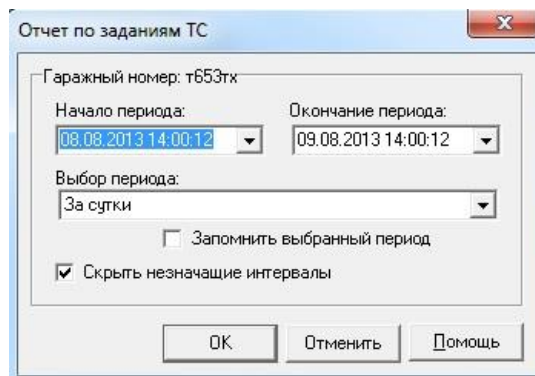

Рисунок 162 – Форма «Отчет по заданиям ТС»
- 2 Вызвать пункт меню «Отчеты» ⇒ «Задания ТС». Программа предоставляет форму «Отчет по заданиям ТС» для задания параметров отчета (см. Рисунок 162).
- 4 Нажать кнопку [ОК]. Программа сформирует отчет. Рисунок 162 иллюстрирует пример реализации отчета «Задания ТС».